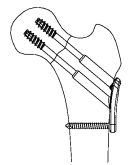

図 23
- 5) インプラントの状態を正面像及び軸射/側面像で確認し、縫合して手術を終了します。 (図 23)